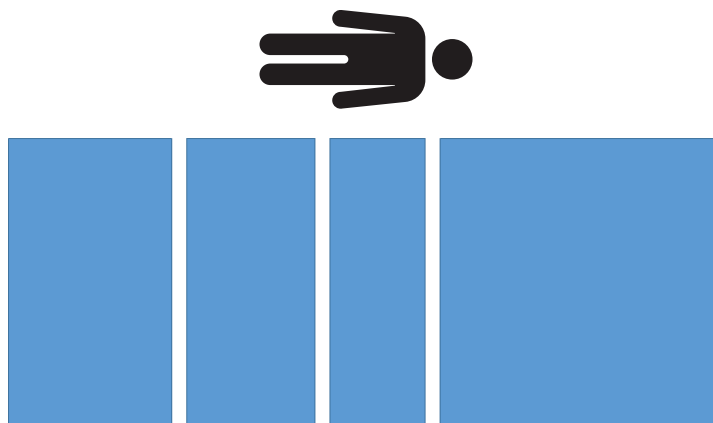

Figura 17 – Prueba de excentricidad - sin peso
5. Retire todos los pesos calibrados del producto (Figura 17).